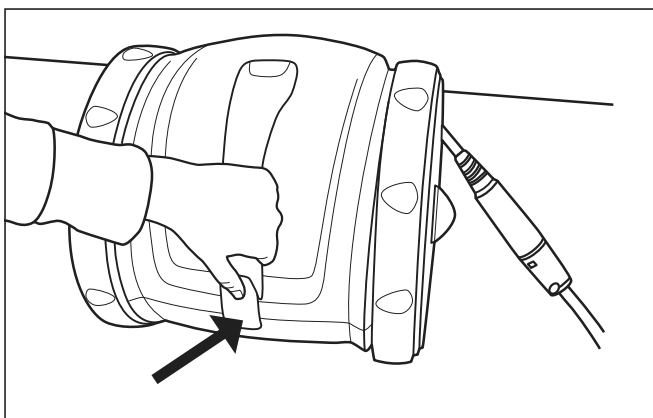

Figura 9. Abra la cubierta del limpiador
3. Pulse el cierre de la tapa y levántela. Consulte la Figura 9.
4. Baje la tapa y permita que el cierre de la tapa bloquee la tapa en su lugar (Consulte la Figura 9).